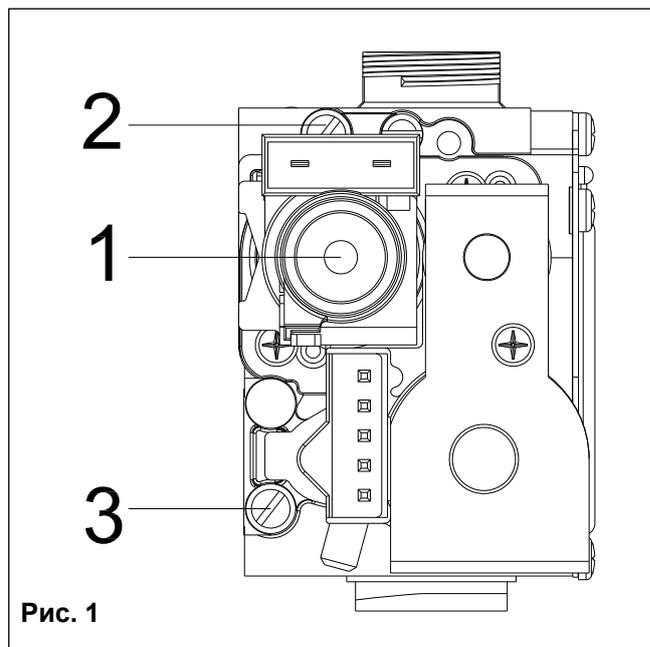

Рис. 1
- b. Разместите 4 резистора на подающем и обратном трубопроводах системы центрального отопления и на трубопроводах бытового холодного и горячего водоснабжения (за исключением газопровода) (см. рис. 1).
- d. Подсоедините термостат к подающему трубопроводу системы центрального отопления с помощью предоставленного зажима (см. рис. 1).
- e. Руководствуясь инструкцией по электропроводке, подсоедините силовые кабели к клеммной колодке, расположенной на панели управления (см. рис. 1).
- Отверните винт точки замера давления газа № 2 (рис. 1) и вставьте манометр.
- Сразу по завершении процедуры калибровки нажмите кнопку  для выбора режима выключения, обозначенного символом , закройте газоподводящий клапан и удалите манометр из точки замера давления газа (рис. 1). **Затяните винт, убедившись в отсутствии утечек газа.**